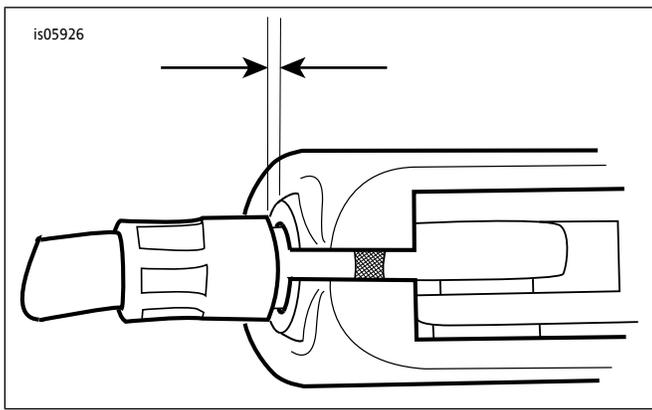

图3。离合器拉索自由间隙为1.6-3.2毫米(1/16-1/8英寸)
- 参见图3。转动拉索调节器离开防松螺母, 直到手杆处再没有松弛。将离合器拉索套圈从离合器杆支架上拉开, 检查自由间隙。根据需要转动拉索调节器, 在拉索套圈与离合器杆支架之间形成1.6-3.2毫米(1/16至1/8英寸)的自由间隙。